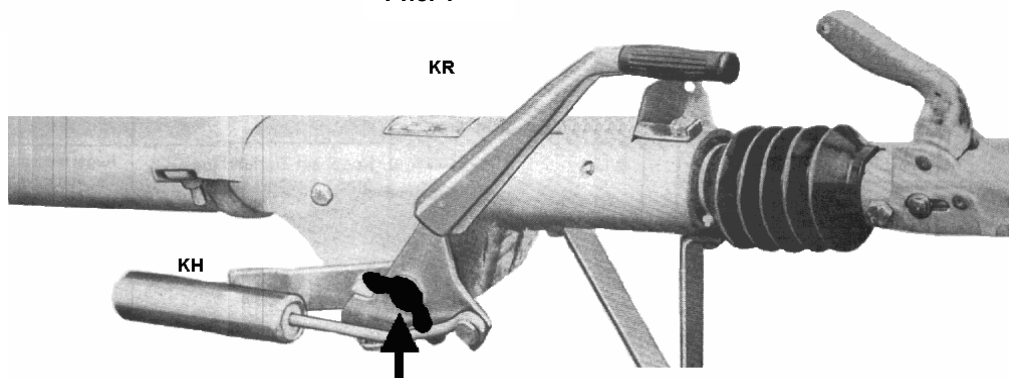

Рис. 2
2. Подняв конец ручки, наклоните ее вперед до упора (рис. 2)